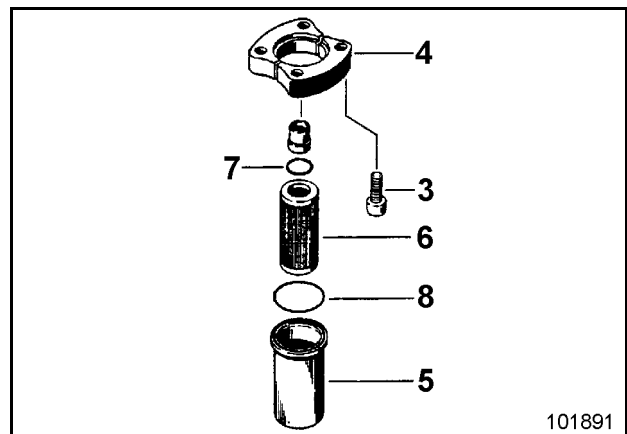

Fig. 3-77:
- Schrauben (3, Fig. 3-77:) herausdrehen
- Flansch (4) abnehmen und Öl aus dem Gehäuse (5) ausgießen.
- Filterelement (6) aus dem Gehäuse (5) herausziehen.
- Neues Filterelement in das Gehäuse (5) einsetzen und mit neuen leicht eingeölte Dichtungen (7 und 8) am Filterkopf anbauen.